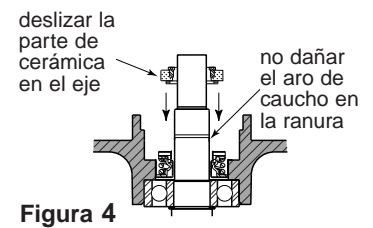

Figura 4
- AVISO:** Es importante eliminar las rebabas de la ranura del aro de presión antes de instalar la junta. No dañe la superficie de cerámica ni el aro de caucho cuando pase la junta por encima del hombro del eje y del hombro de la ranura del aro de presión. Las superficies de la junta y del aro deben estar limpias y sin averías o es posible que hayan fugas desde la junta (Consulte la Figura 4).